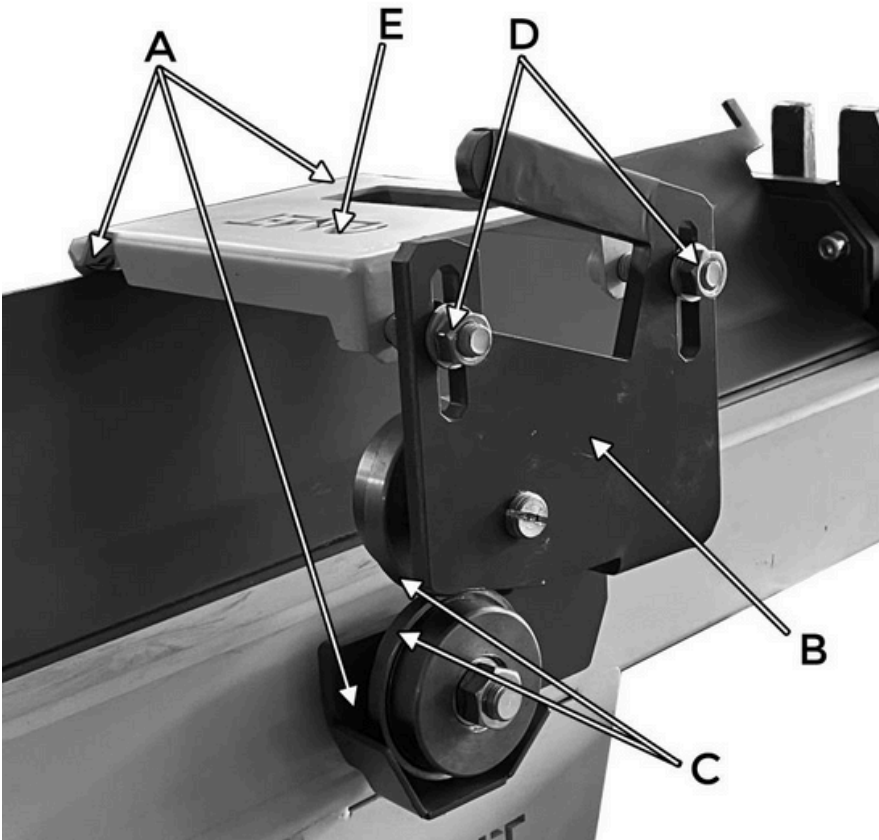

Fig 6.1
1) Coloque la cizalla en la guía ubicada en la parte superior de la barra de sujeción (Fig. 6.1 -A)
2) El ajuste se realiza mediante tuercas M12 en las horquillas, desenroscándolas y apretándolas (reapretándolas) (Fig. 6.1-B)
3) Colocación de las cuchillas - discos de corte entre sí: los bordes de los discos deben superponerse aprox. 1-1,5 mm, impulsándose entre sí con la fuerza de fricción de la superficie de aplicación. Ajústelos después de aflojar las tuercas de los husillos del disco de corte. (Fig. 6.1 -C)
4) La línea de corte de la cizalla está a unos 3-4 mm por encima de la línea de chapa, después de fijarla en la máquina dobladora. Para ajustar la altura de la línea de corte, utilice el orificio longitudinal del cuerpo de la cizalla (Fig. 6.1 -D)